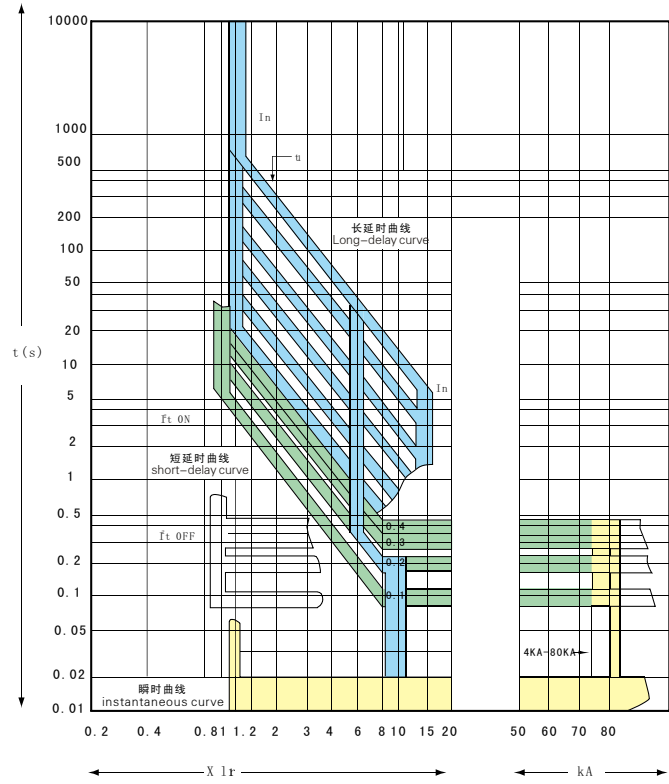

图1 过电流保护特性
△ $I^2T_L = (1.05I_r1)^2 t_L$ 曲线动作,见图1,其中(1.05-2.0) I_r1 的动作时间见表4
- △ 特性曲线包括断路器的动作特性曲线（过载长延时, 短路反时限, 短路定时限、瞬时, 见图1）、接地保护特性曲线（见图2）。